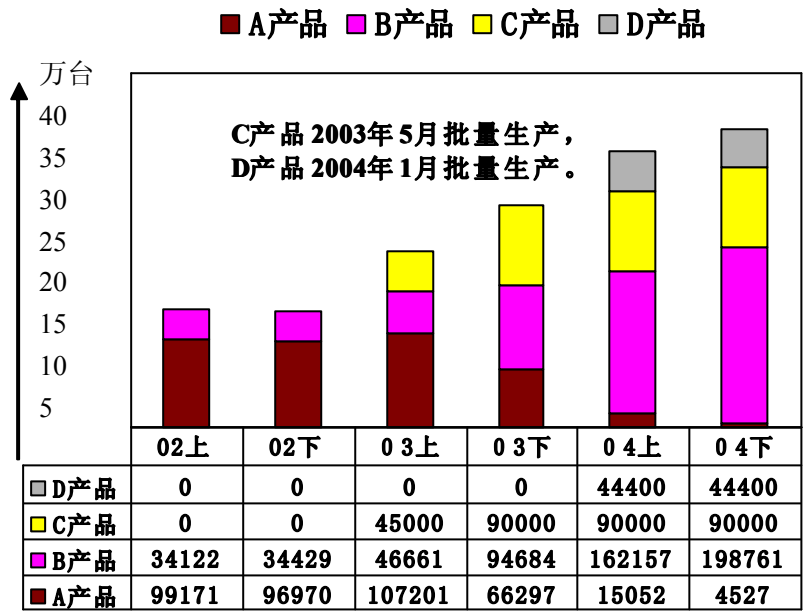

图 6-5 长期计划
1. 长期计划：即年度计划或 3 年计划等，其主要作用为年度财务预算、固定资产（设备等）、不动产（厂房等）的投入、预定新开发新产品类别及预定淘汰目前在生产产品类别，生产布局规划等等提供依据。长期计划的内容主要是预测各大类产品系列在市场要销售的数量，见图 6-5。